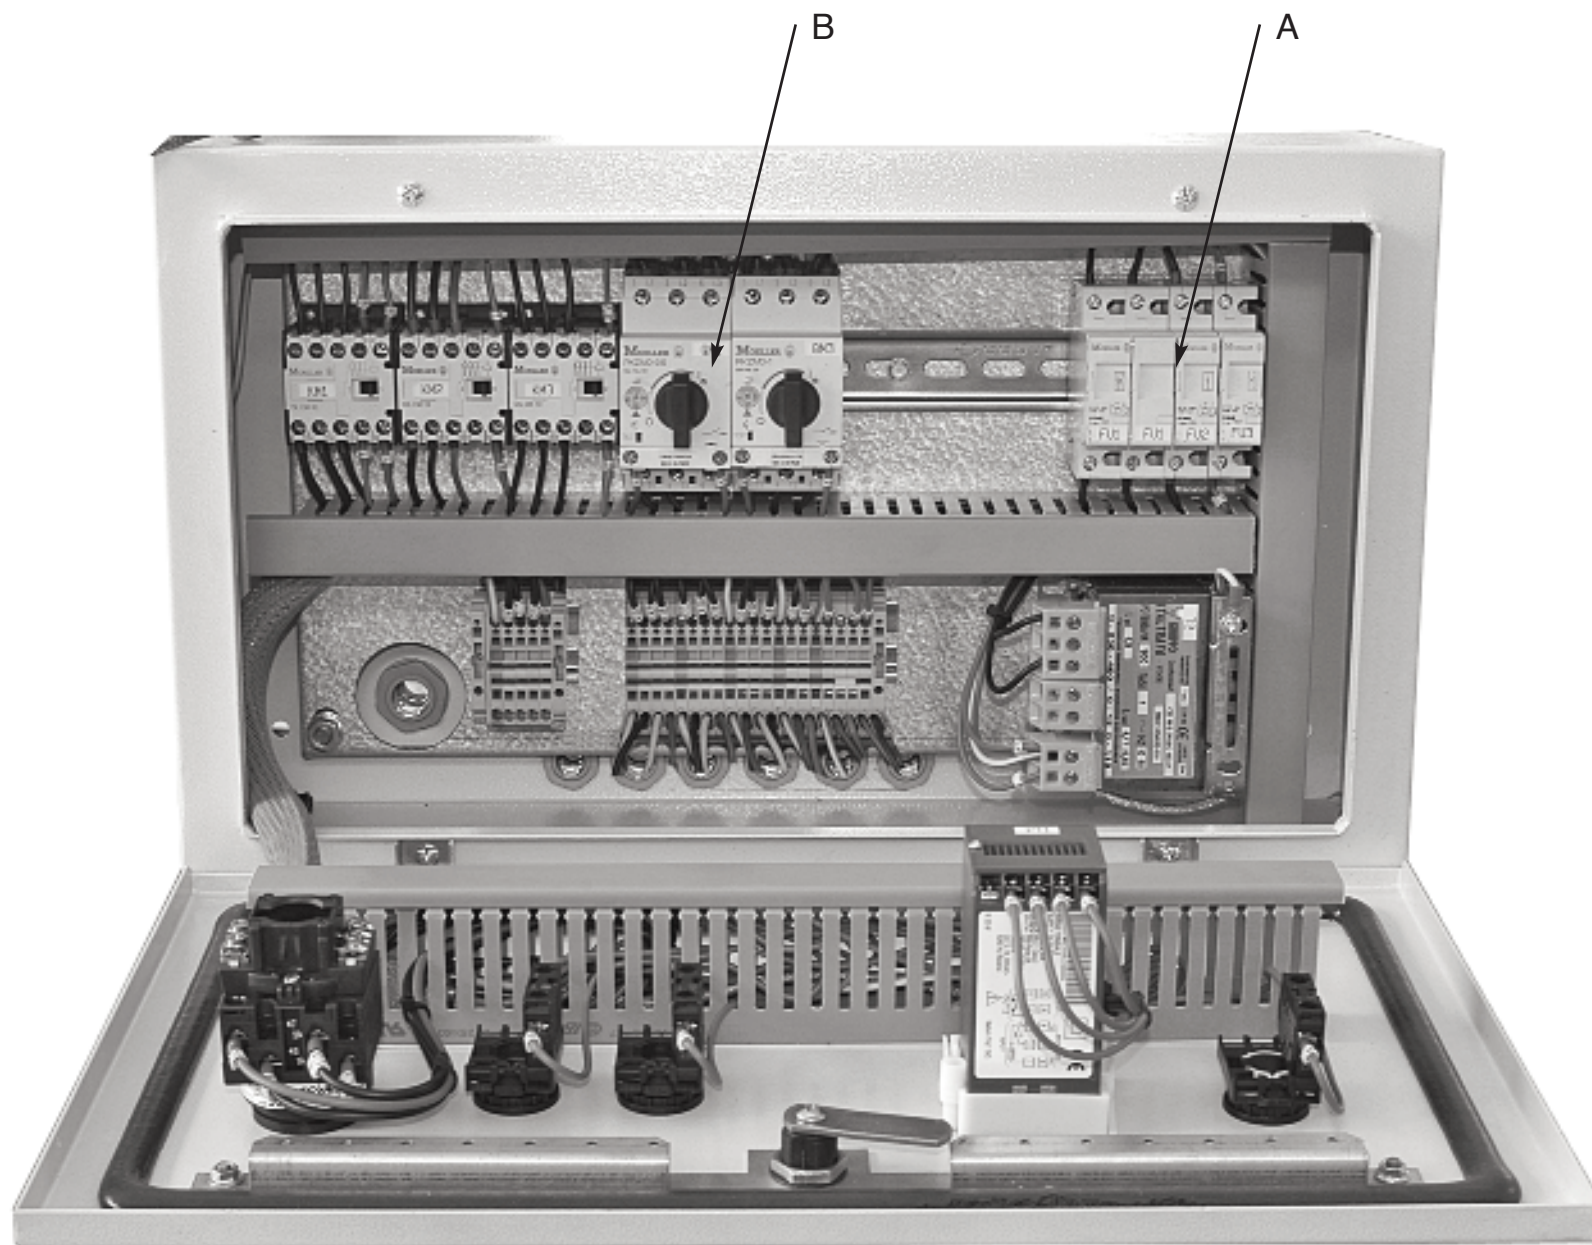

fig. 4.4.1
- aprire il contenitore A fig. 4.4.1;
- riportare su ON gli interruttori automatici B fig. 4.4.1
- Open the boxes A Fig. 4.4.1;
- re-set to ON the overload cutout switches B fig. 4.4.1
- en cas d'absorption élevée, l'interrupteur A fig. 4.4.1. se débranche automatiquement.
- retablisser l'interrupteur A fig. 4.4.1
- remettre les interrupteurs automatiques B fig. 4.4.1 sur ON.